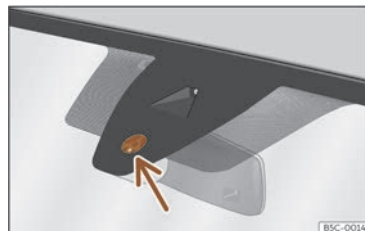

Fig. 106 Suprafața senzorului de ploaie.
Posibilele cauze ale anomaliilor și interpretărilor eronate în suprafața de detectare >>> fig. 106 a senzorului de ploaie sunt, printre altele:
- **Murdăria:** praful, ceara, stratul de acoperire de pe geam (efectul lotus) sau urmele de detergent (de la spălătorile auto) pot reduce eficiența senzorului de ploaie sau acesta poate reacționa lent, cu întârziere sau deloc. Curățați periodic suprafața sensibilă a senzorului de ploaie >>> **fig. 106** (săgeată) și verificați starea lamelor ștergătoarelor.